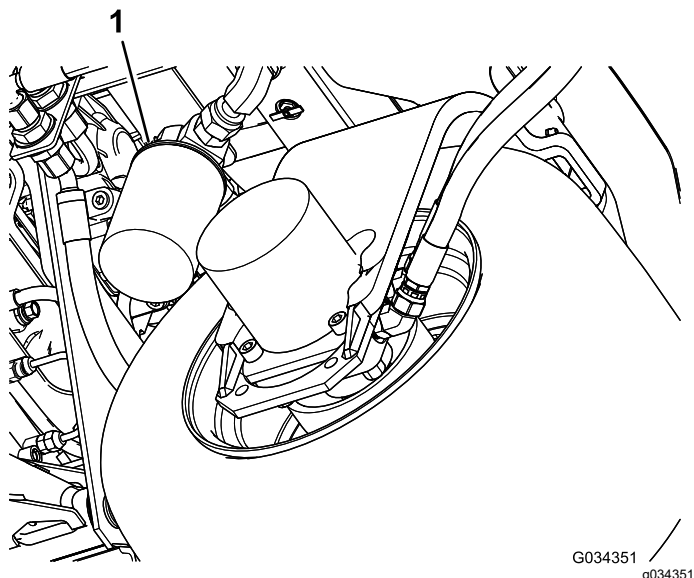

Figura 83
2. Pulite la superficie circostante il filtro. Collocate una bacinella di spurgo sotto il filtro (Figura 83), e togliete il filtro.